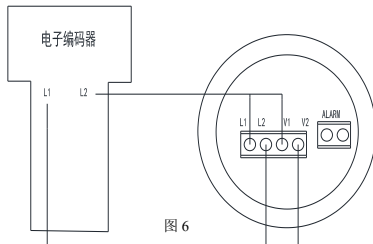

图 6
- ①将编码器的 L1、L2 分别接在探测器的 L2 和 V2、L1 和 V1，如图 6 所示。
- ②按编码器【功能】键开机→选择【11SF 火灾报警】→【写地址】→通过键盘输入地址。
- ③按【回车】键确认编址，成功后编码器会显示“成功”，否则